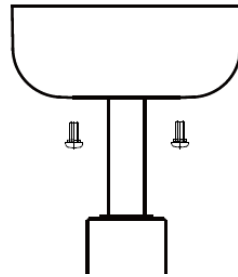

Abb. 9
- Bringen Sie die Konsole über der Halterung an. Achten Sie darauf, dass alle Elektrokabel unter der Konsole verlegt sind und dass bei diesem Schritt keine Kabel eingeklemmt werden. Schrauben Sie die Konsole mit den beiliegenden Schrauben an der Aufhängung an. (Abb. 9)